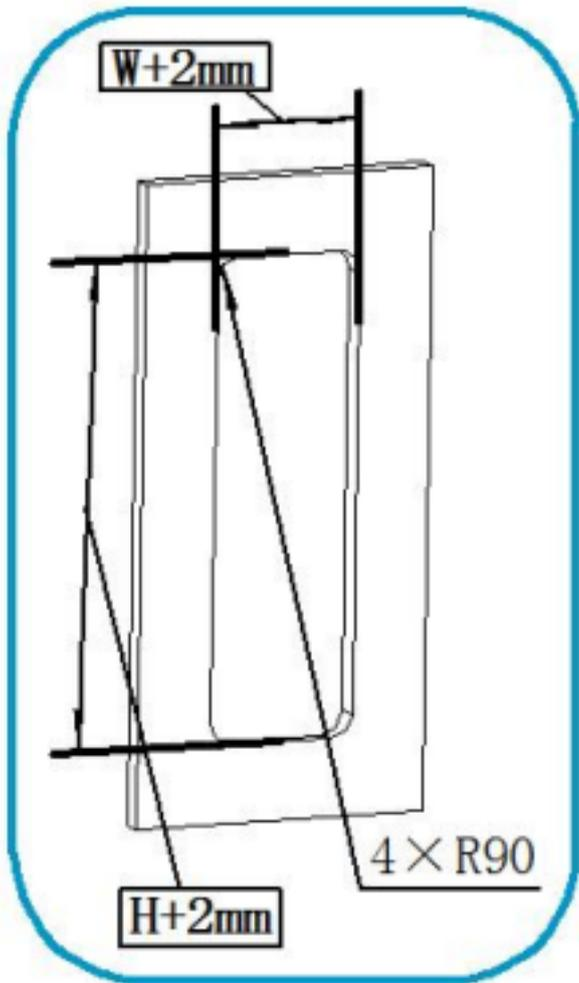

图 1
1. 1800×580のドア仕様により、車体には1802×582の穴があり、周囲の円弧はR90mmです。(図1)